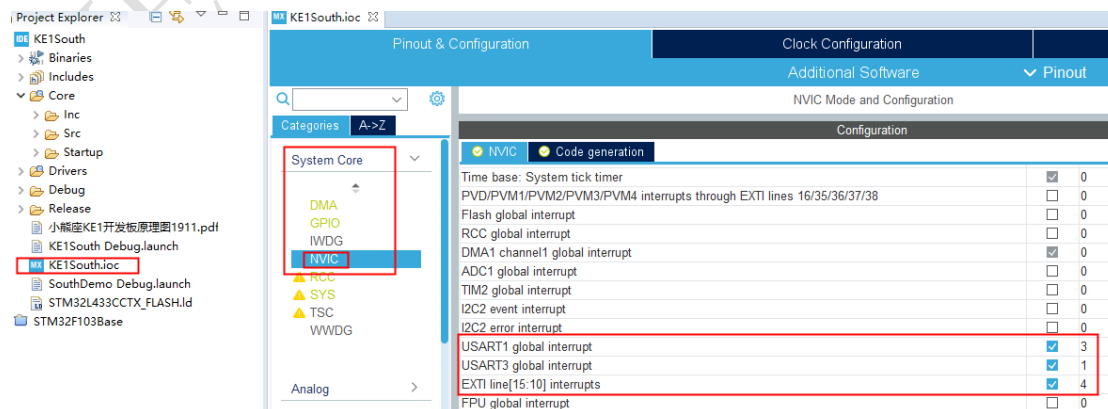

图 19 MCU 系统核心配置
1. 使能串口（USART1&USART3）中断和外部中断（EXTI line）。如图 19